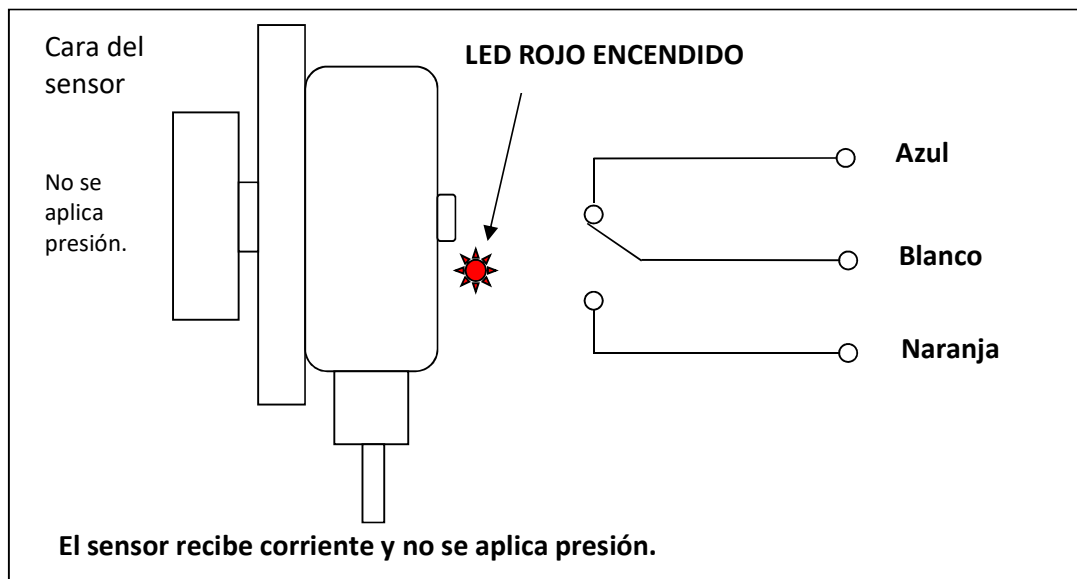
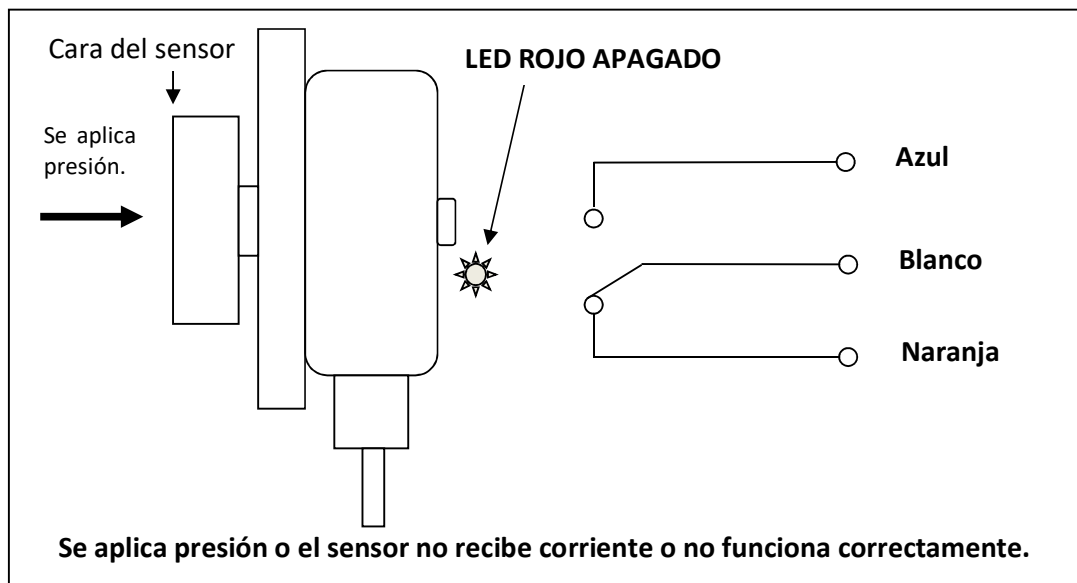

Imagen 8 - TouchSwitch™ en estado correcto
Imagen 9 - TouchSwitch™ en estado de alarma
Esto es un interruptor de fin de carrera. El sensor reacciona a la presión aplicada a la cara del mismo. Si la **presión es superior a 3,6 kg** el sensor hace que el relé cambie de estado y pase a un **estado de alarma** (fijese en la Imagen 9). Si el sensor recibe corriente y funciona correctamente pero no se aplica ninguna presión sobre su cara, este activará el relé e indicará el estado correcto encendiendo un LED (fijese en la Imagen 8).
- 1) Observe si el LED rojo de salida que hay en la carcasa del sensor (fíjese en la Imagen 8) está encendido y ni la banda ni la polea tocan el sensor.
- 3) Compruebe que las alarmas y paradas de todo el sistema funcionan como es de esperar (fíjese en la Imagen 9).